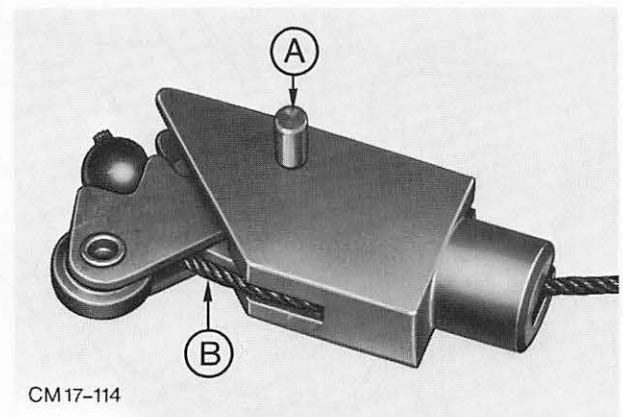

Abb. 126 Drucksperrbetätigung
4. Zylinderstift aus der Drucksperrbetätigung her-austreiben und Drucksperrbetätigung sowie Be-tätigungszug aus dem Hebelarm herausnehmen. Abb. 126.
5. Betätigungszug einsetzen und Drucksperrbetätigung montieren. Zylinderstift wieder einsetzen. Abb. 126.